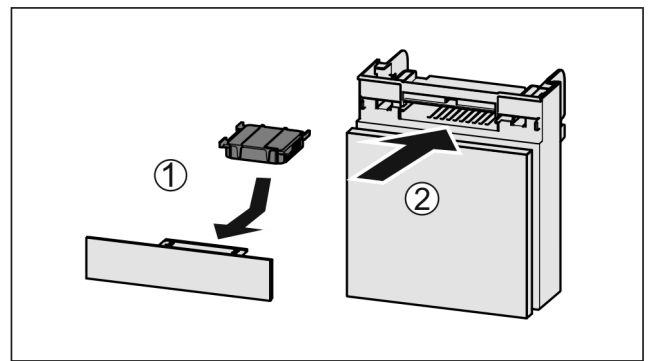

Fig. 127
- Actiefkoolfilter overeenkomstig afbeelding aanbrengen Fig. 127 (1).
- Lade erin schuiven Fig. 127 (2).